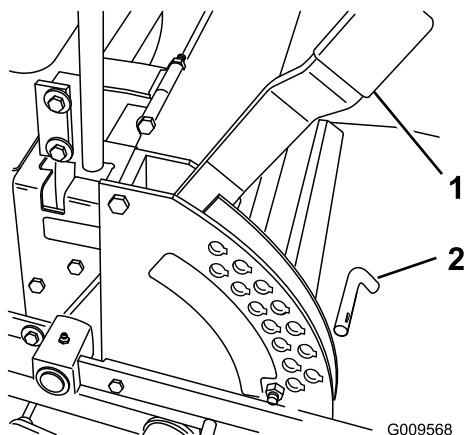

Figura 18
1. Levante la palanca de ajuste de la altura de corte a la posición de transporte (que es también la posición de altura de corte de 127 mm) (Figura 18).
2. Para ajustar la altura de corte, retire el pasador del soporte de altura de corte (Figura 18).
3. Seleccione el taladro del soporte de altura de corte que corresponde a la altura de corte deseada, e inserte el pasador (Figura 18).